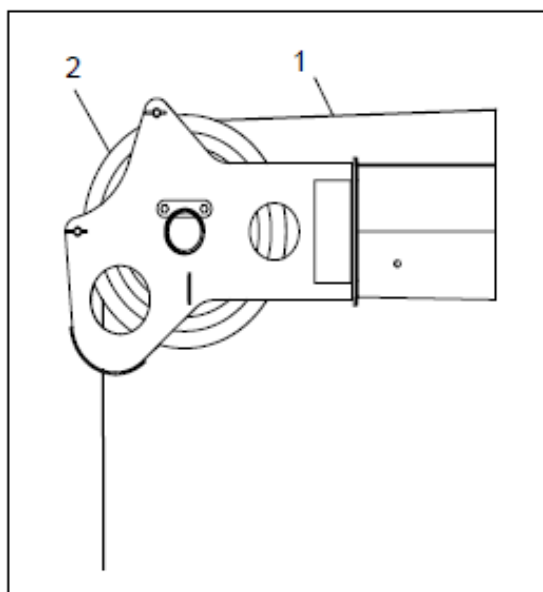

Fig.4-3.41
4) Puxe o cabo de aço através da polia na cabeça da lança; veja Fig.4-3.41